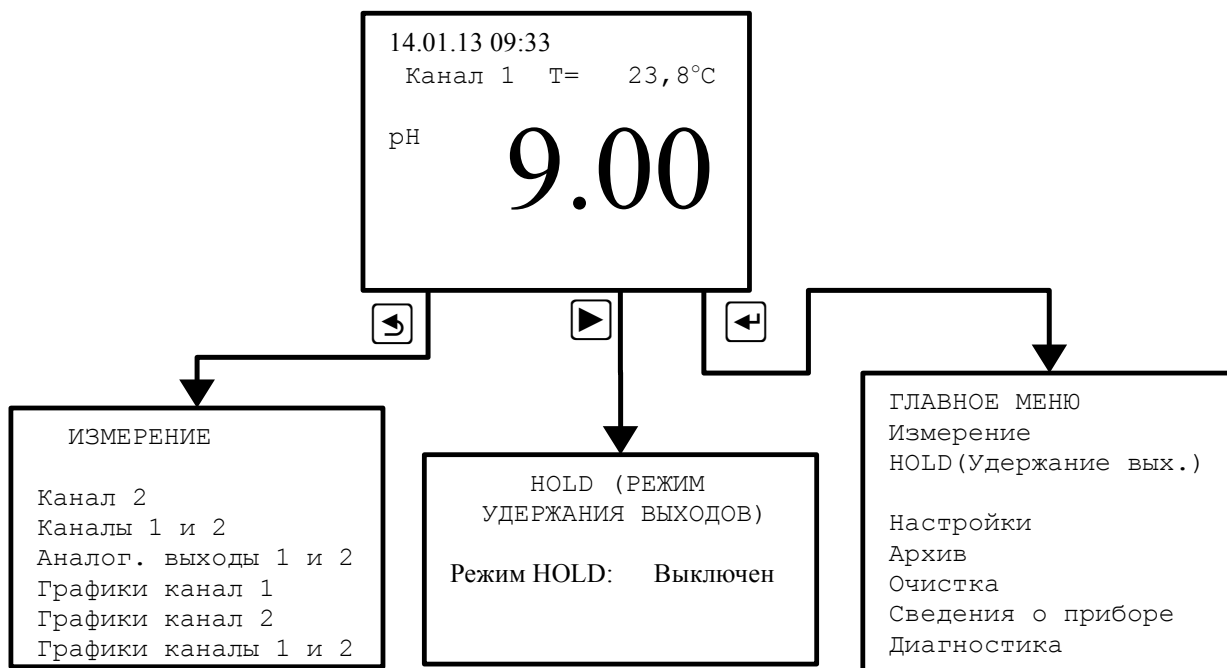

Рисунок 4 - Режим измерения
3.3.1.4 При помощи «горячих» кнопок из режима измерения можно перейти к некоторым режимам и меню анализатора без перехода через «ГЛАВНОЕ МЕНЮ» (Рисунок 4).
3.3.3.1 Чтобы войти в меню «УСТАНОВКИ» из режима измерения, надо сначала войти в Главное меню. Вход в «ГЛАВНОЕ МЕНЮ» производится при нажатии кнопки  (смотри п.Рисунок 4).